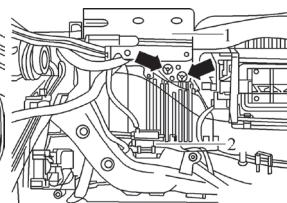

图 5-13 拆卸装配支架
10) 用不渗水的薄膜和吸水性较好的纸覆盖车内地毡。如图 5-13 所示，旋出图中箭头所示螺栓，从空调暖风装置上脱开线束支架 1。按压锁止键，拔出插头 2。